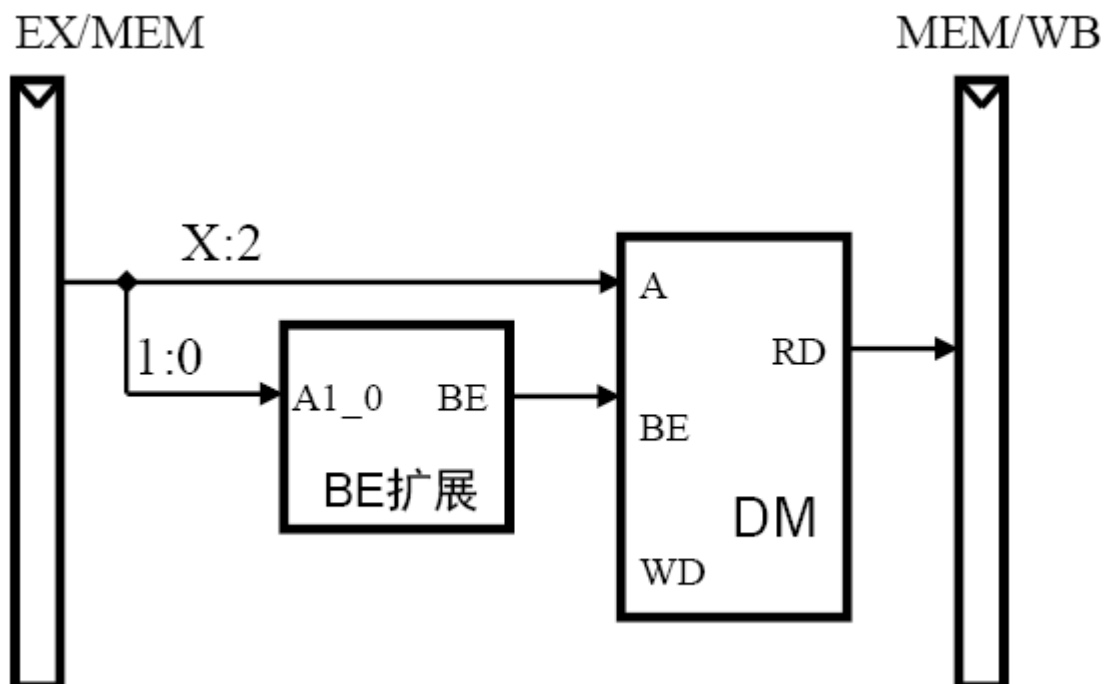

图3 BE扩展
e) 图3给出了增加BE扩展的数据通路局部参考设计。显然，BE扩展功能部件还需要有来自控制器的控制信号。注意：由于DM容量有限，因此ALU计算出来的32位地址没有必要也不可能都用上。